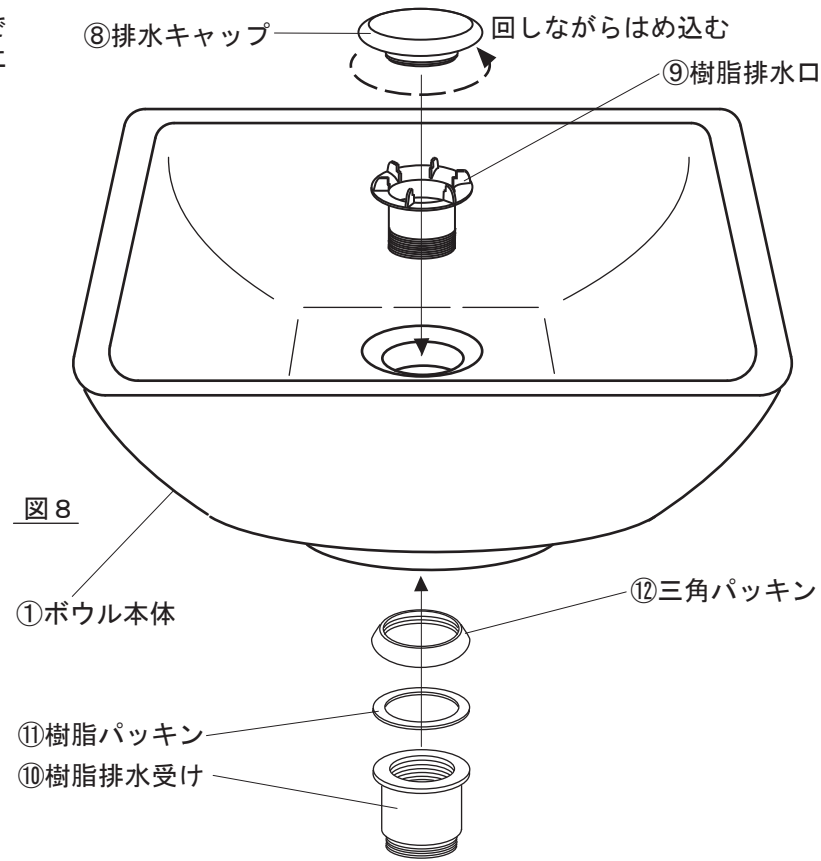

図8
7) ⑨～⑫までの排水部材を図8の順番で
①ボウル本体へ、水漏れのないように